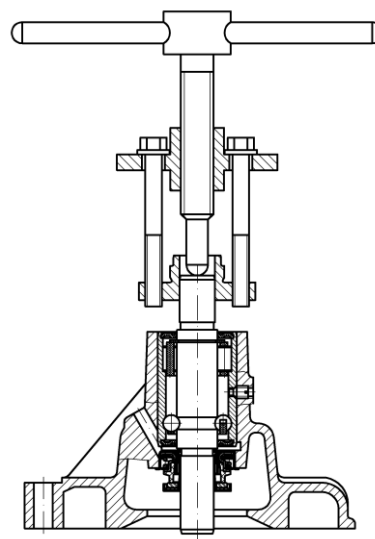

Рис.60. Снятие ступицы
- с помощью специального приспособления снять ступицу шкива насоса (рис.60);